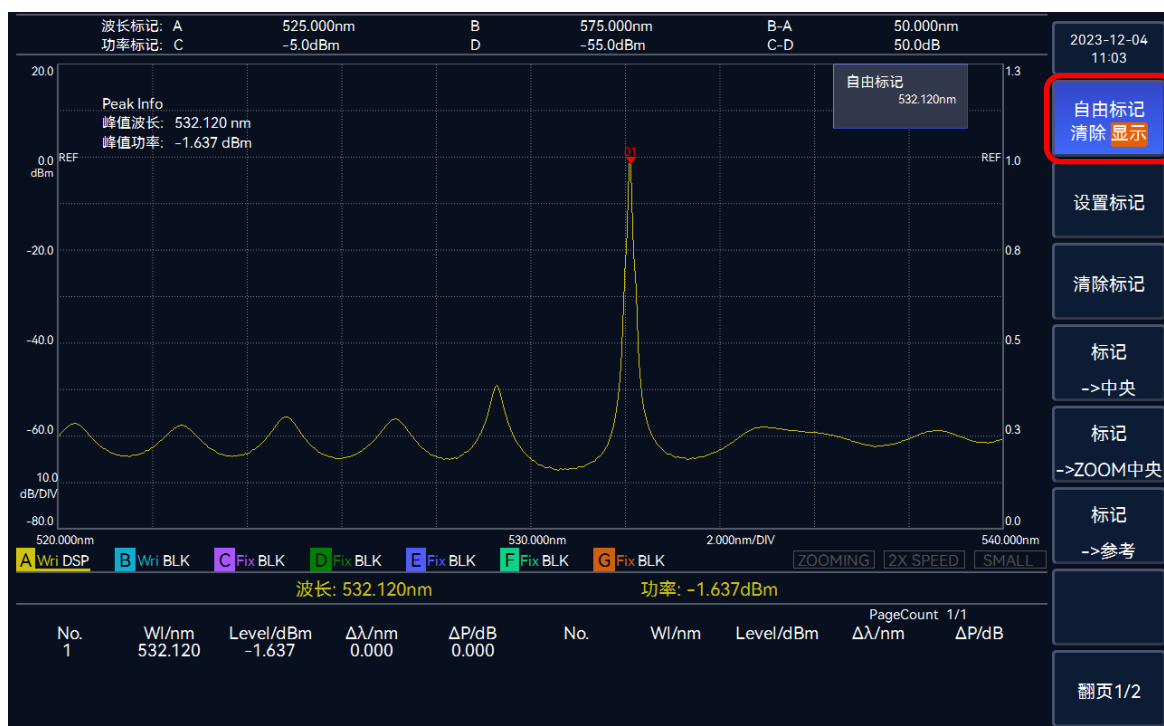

图 3.45 设置自由标记示意图
4. 若需要使标记点不再显示，可以再次选择【自由标记】选项，标记线状态将切换为“清除”。自由标记线的设置如图 3.45 所示。